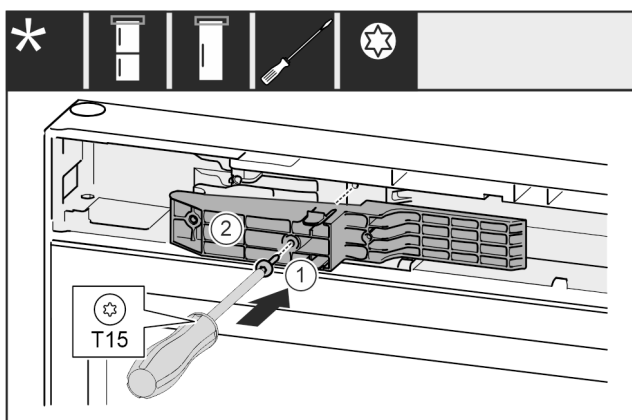

Fig. 70 \*
- ▶ Вставьте деталь адаптера Fig. 70 (1) в выемку на стороне ручки.\*
- ▶ Затяните винт Fig. 70 (2) отверткой.\*